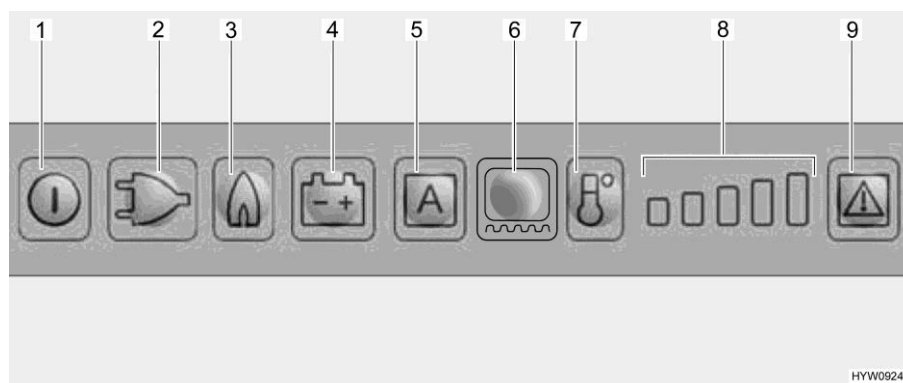

Fig. 255 Quadro comandi LED (frigorifero Dometic)
Selezionando il funzionamento a gas, il dispositivo di sicurezza si apre automaticamente, così che il gas possa fluire al bruciatore. Contemporaneamente si inserisce l'accenditore elettronico. Se la fiamma del gas si spegne, ad es. a causa di un colpo di vento, l'accenditore viene subito azionato riaccendendo il gas. In caso di guasto del funzionamento a gas, i tasti luminosi relativi a gas (Fig. 255,3) e guasto (Fig. 255,9) lampeggiano e viene emesso un segnale acustico per 20 secondi.
- Premere il tasto On/Off (Fig. 255,1) per circa 2 secondi. Il frigorifero si accende e viene visualizzato l'ultima modalità di funzionamento selezionata.
- Premere il tasto luminoso per il tipo di funzionamento desiderato (Fig. 255,2 - 4) o la modalità automatica "AES" (Fig. 255,5) (solo per versione AES).
- Regolare la temperatura di refrigerazione con il tasto di del livello di refrigerazione (Fig. 255,7). L'indicazione del livello di refrigerazione (Fig. 255,8) mostra la regolazione sul termostato.
- Premere il tasto On/Off (Fig. 255,1) per circa 2 secondi.
Dopo l'accensione il frigorifero seleziona automaticamente la regolazione intermedia del termostato. Questa regolazione può essere modificata manualmente tramite il tasto del livello di refrigerazione (Fig. 255,7). Ci vogliono alcune ore prima che il frigorifero raggiunga la temperatura normale di esercizio. Quando si commuta a un'altra modalità di funzionamento, la regolazione sul termostato viene mantenuta.
- Accendere il riscaldamento del telaio per 2 ore: Premere una volta il tasto luminoso per il riscaldamento del telaio (Fig. 255,6). Sull'indicazione del livello di refrigerazione (Fig. 255,8) si accende una barra.
- Accendere il riscaldamento del telaio per 5 ore: Premere due volte il tasto luminoso per il riscaldamento del telaio (Fig. 255,6). Sull'indicazione del livello di refrigerazione (Fig. 255,8) si accendono due barre.
- Regolazione del riscaldamento del telaio ad esercizio continuo: Premere tre volte il tasto luminoso per il riscaldamento del telaio (Fig. 255,6). Sull'indicazione del livello di refrigerazione (Fig. 255,8) si accendono tre barre.
L'indicazione del livello di refrigerazione (Fig. 255,8) indica per alcuni secondi la durata di esercizio del riscaldamento del telaio.
In caso di guasto, il tasto luminoso Guasto (Fig. 255,9) lampeggia. Lampeggia inoltre uno dei tasti luminosi della modalità di funzionamento o l'indicazione del livello di refrigerazione. Viene emesso anche un segnale acustico. Per le note sulla visualizzazione degli errori e la loro eliminazione, vedi capitolo 15.
- ▷ Dopo aver eliminato un guasto del funzionamento a gas, premere il tasto luminoso Reset (Fig. 255,9).